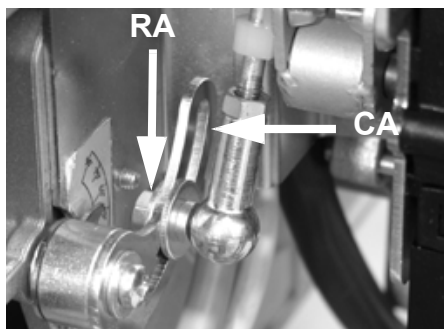
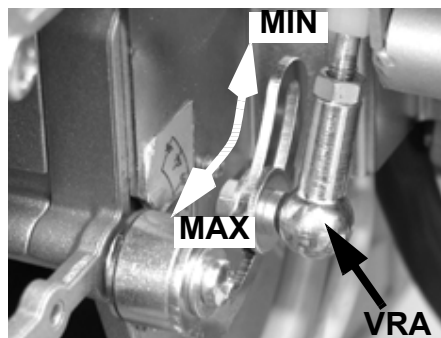

Fig. 12
Fig. 13
- 6 Pour régler le débit d'air, desserrer l'écrou RA (Fig. 12) et déplacer le levier VRA le long de la fente comme indiqué à la Fig. 13, pour augmenter le débit d'air.ou diminuer le débit d'air, jusqu'à l'obtention du débit requis, puis bloquer l'écrou RA dans la position correspondante.